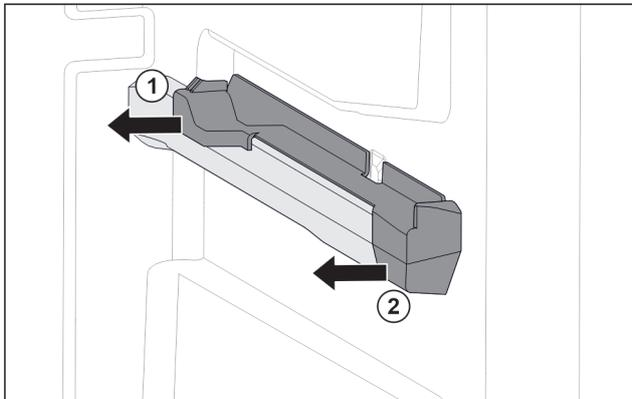

Fig. 67 Pieza de acoplamiento en la nervadura para recipientes derecha
- Retire la pieza de acoplamiento por detrás lateralmente. Fig. 67 (1)
- Retire la pieza de acoplamiento por delante lateralmente. Fig. 67 (2)